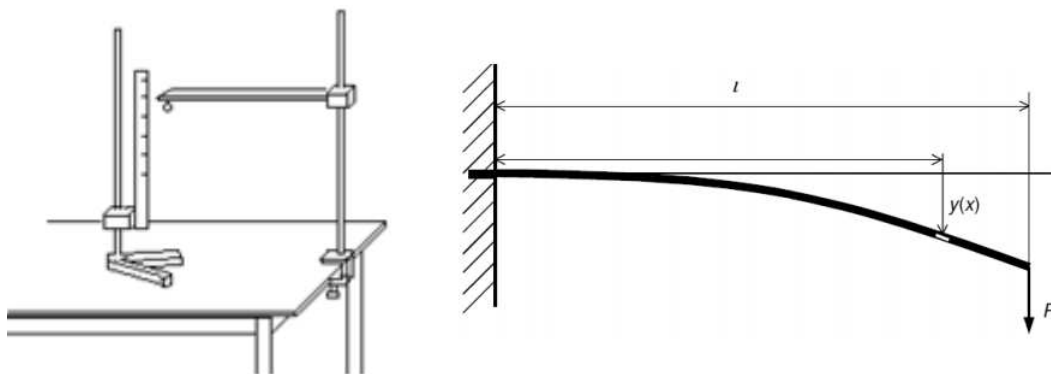

Figura 1.2. Procedimiento experimental para calcular el módulo de Young de una varilla metálica.
1. Coloque el equipo adecuadamente en la mesa de trabajo, según el esquema mostrado en la figura 1.2.